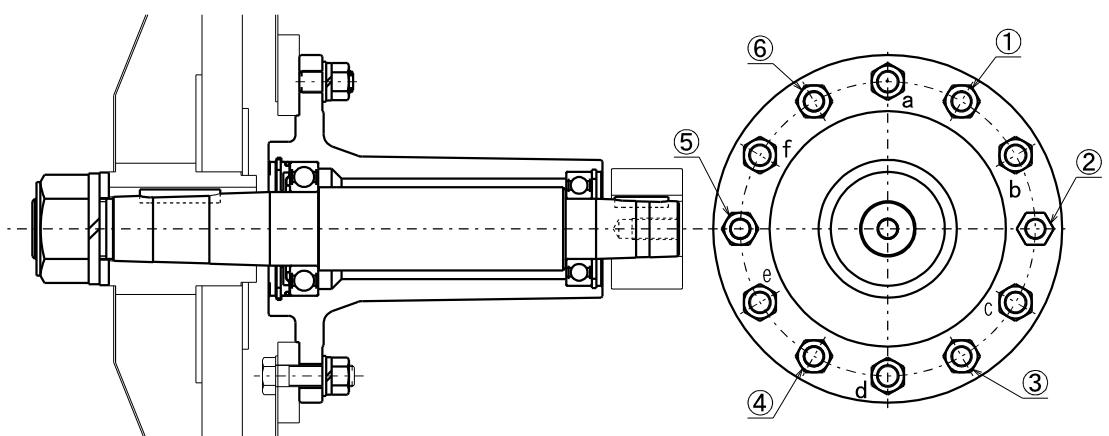

図 9-7
9.3.5 ドラムの芯出し調整 (図 9-7)
- ・ 主軸ベアリングケースを止めている取付けボルト及びナット 6箇所(①～⑥)と、調整ボルト及びナット 6箇所(a～f)で調整します。(図 9-7)
- ・ 例えば、ドラムの口金を機械正面より見て上に寄せたい場合、①,③,④,⑥と c,d,e のナットを少し緩め、a,b,f のボルトをドラムの口金を見ながら締め込みます。
- ・ 調整が終わったら、c,d,e のボルトが本体枠に軽く当たるまで締めて、①,③,④,⑥と c,d,e のナットを締め込みます。
後方へ抜いてください。(図 9-7)